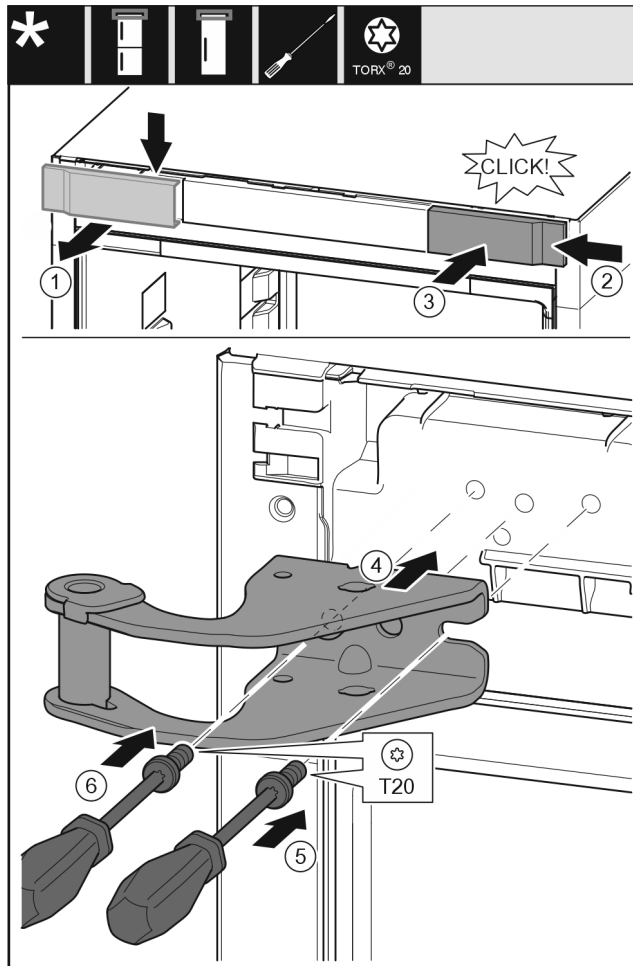

Fig. 11
- ▶ Odoberte kryt Fig. 11 (1) zhora dopredu.
- ▶ Zaveste kryt Fig. 11 (2) na druhú stranu sprava otočený o 180°.
- ▶ Zaklapnite kryt Fig. 11 (3).
- ▶ Nasadte hornú ložiskovú konzolu Fig. 11 (4).
- ▶ Nasadte skrutku Fig. 11 (5) a pevne ju zaskrutkujte skrutkovačom.
- ▶ Nasadte skrutku Fig. 11 (6) a pevne ju zaskrutkujte skrutkovačom.